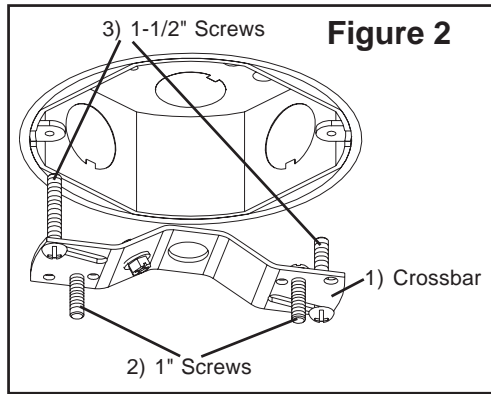

Figure 2
6A. Thread two 1-1/2" Screws (2) into the center hole of three holes on either side of Crossbar (1) (Note: Hold Crossbar with green screw head facing towards front and insert Screws facing downward). See Fig. 2.
6B. Mount Crossbar to junction box by inserting two 1" Screws (3) through slots in crossbar (Note: Green Screw Head is facing towards you). **See Fig. 2.**
7. WITH ASSISTANCE, hold canopy (6) up to junction box and support fixture while making wire connections.
6A. Enrosque dos Tornillos de 1-1/2" (2) en el agujero de centro de los tres agujeros en cualquiera de los lados de la Barra Transversal (1) (Nota: Sostenga la Barra Transversal con la cabeza del tornillo verde hacia el frente y inserte los Tornillos mirando hacia abajo). Vea Fig. 2.
6B. Monte la Barra Transversal a la caja de ensambladura metiendo dos Tornillos de 1" (3) por las ranuras de la barra transversal (Nota: La Cabeza del Tornillo verde mirando hacia usted). **Vea Fig. 2.**
7. CON ASISTENCIA, sostenga el espaciador de sobrecielo (6) hasta la caja de ensambladura y sostenga el luminario mientras haga conexiones de alambres.
9. Uso Capuchones de Alambre para conectar el alambre transparente con raya negra al alambre negro de suministro y el alambre transparente del luminario al alambre blanco de suministro. Vea Fig. 2.